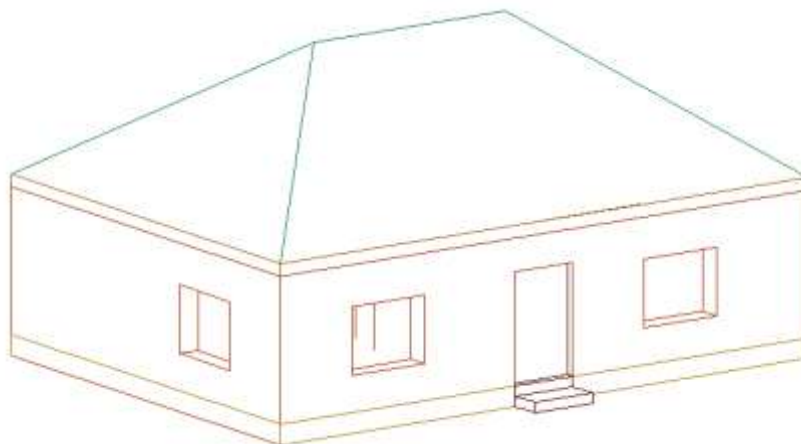

Рис. 32
15. В КС напишите *Скрыть – Enter* (Рис. 32)